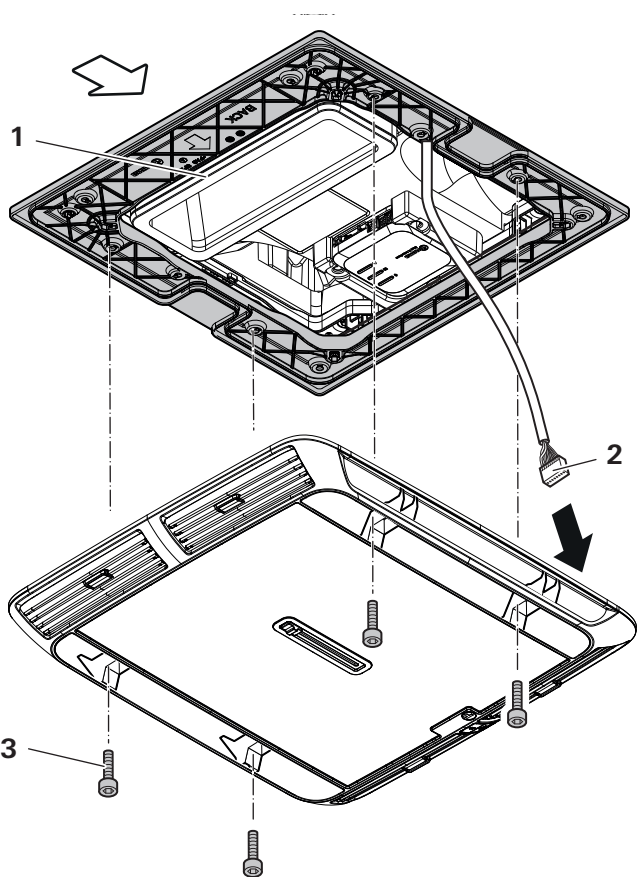

Fig. 26
- Visser le distributeur d'air avec 4 vis (Fig. 26-3) (fournies) sur le cadre de montage (Fig. 26). Serrer les vis avec un couple de serrage de 2 Nm.